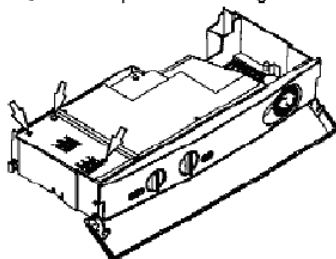

fig. 8.1
- 7 Desapertar os parafusos e remover a tampa que cobre o quadro de bornes fig. 8.1